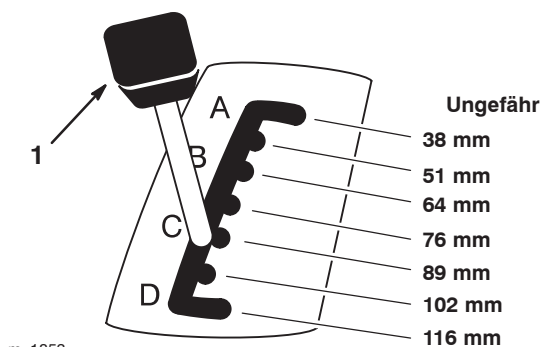

Bild 6
2. Ziehen Sie den Schnitthöhenhebel am Traktor in die gewünschte Stellung (Bild 6).